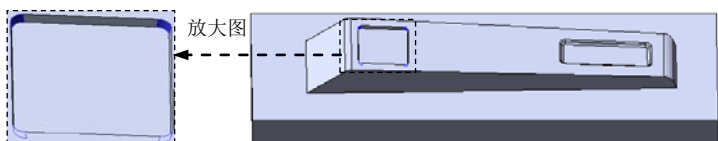

图 12.2.23 圆角 5
(4) 定义圆角的半径。在 **圆角项目(I)** 区域的  文本框中输入圆角半径值 1.0, 选取 ☒ **切线延伸(G)** 复选框。
(5) 单击  按钮, 完成圆角 4 的创建。
Step13. 创建图 12.2.23 所示的圆角 5。
(1) 选择命令。选择下拉菜单 **插入(I)** → **特征(F)** →  **圆角(U)...** 命令 (或单击  按钮), 系统弹出“圆角”对话框。